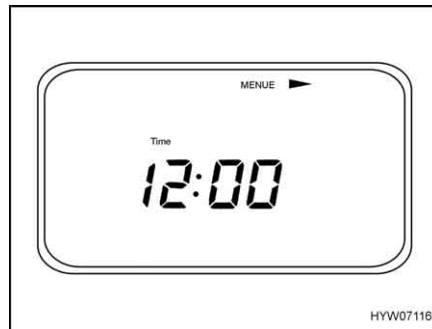

Bild 146 Einstellungs-Menü
- Die Taste "MENUE" (Bild 141,3) länger als 3 Sekunden drücken. Das Einstellungs-Menü (Bild 146) erscheint.